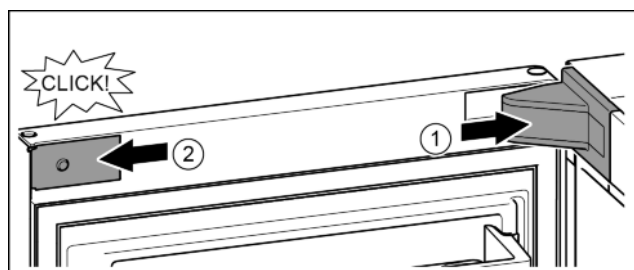

Fig. 18
- ▶ Namestite pokrov in ga zataknite, po potrebi ga previdno potisnite narazen. Fig. 18 (1)
- ▶ Ob strani namestite zaslonko in jo zataknite. Fig. 18 (2)